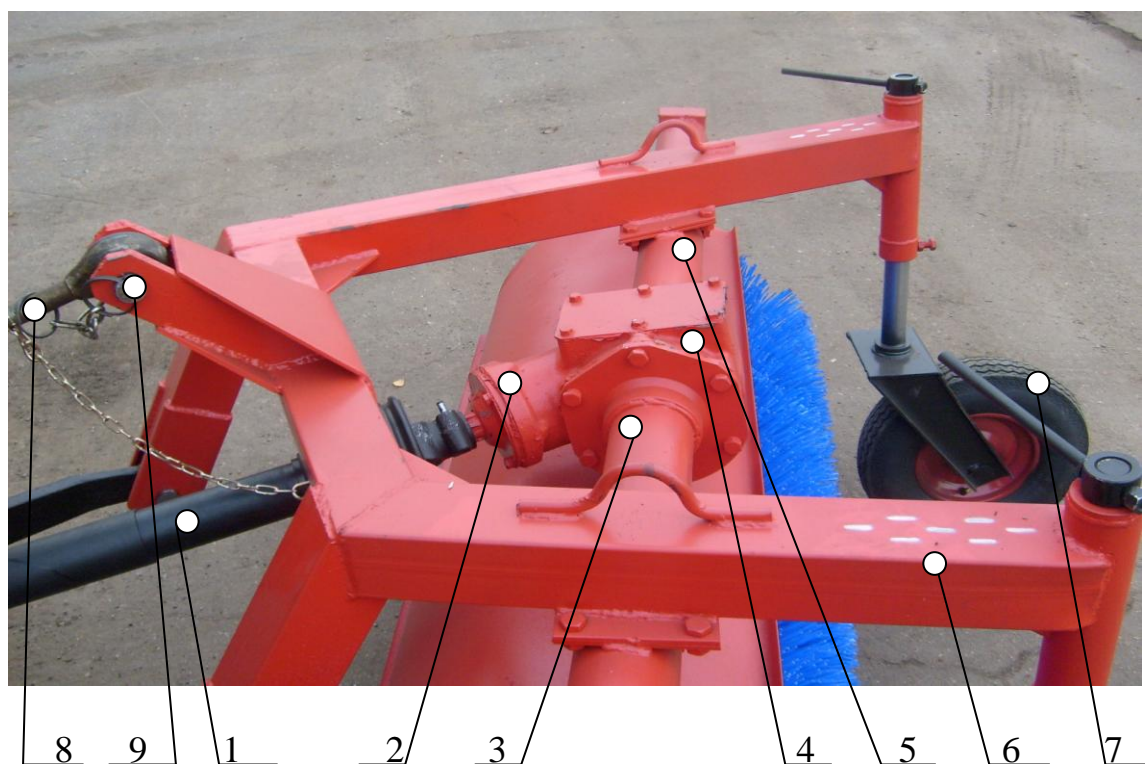

Рисунок 1. Оборудование щеточное в сборе.
Оборудование щеточное УН-30.02 (рис.1) состоит из:
- Рамы (поз.6 рис.1), которая через Талреп (поз.8 рис.1) и два Рычага соединяется с задней навеской трактора;
- Узел ведущей шестерни (поз.2 рис.1) и Редуктор (поз.4 рис.1) крепятся на Раму через Корпус вала промежуточного (поз.3 рис.1) и Узел корпуса редуктора (поз.5 рис.1);
- в направляющие Рамы устанавливаются два Колеса (поз.7 рис.1);
- Вал карданный (поз.1 рис.1) устанавливается на шлицевой вал Узла ведущей шестерни и соединяется с ВОМ трактора;